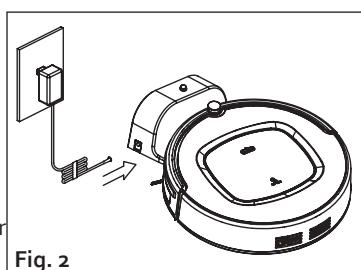

Fig. 2
- Prenez l'adaptateur, branchez la fiche secteur dans une prise de courant, et raccordez la fiche DC à la station de charge (Fig. 2).